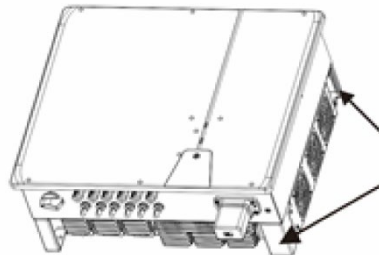

Fig. 3.2: Løfteposisjon (høyre side)
- 1 Løft apparatet i håndtakene (se fig. 3.2). Vær oppmerksom på tyngdepunktet!